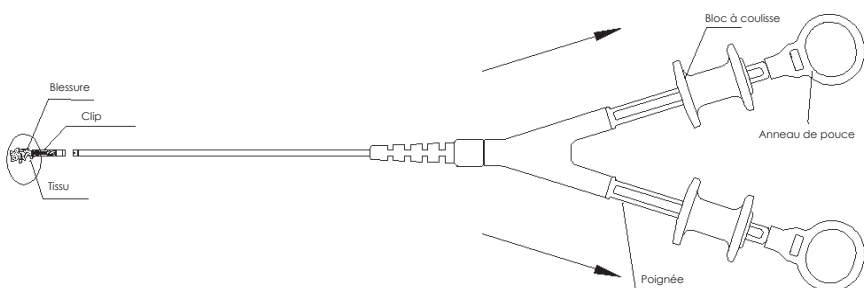

Fig. 8 Libération
7. Pour fermer définitivement la dat dispositif jetable à double action pour fermeture des tissus, vous pouvez déplacer le bloc à coulisse vers l' anneau de pouce après avoir ressenti une résistance. À ce moment, vous pouvez sentir ou entendre le clic, qui indique que le clip a été libéré (comme indiqué sur la Fig 8) ; après la libération, le clip et le dispositif peuvent être séparés par les deux méthodes suivantes :